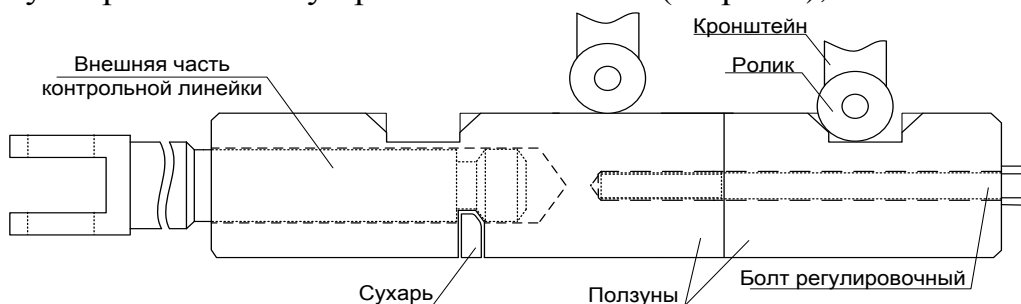

Рис.7. Контрольная линейка в положение, когда шибер «вытянут»
- отрегулировать при помощи регулировочных болтов положение контрольной линейки, изменяя размер контрольной линейки (расстояние между ползунами) так, чтобы в крайнем положении (сердечник прижат к дальнему усовику) ролик кронштейна (дальний от оси пути) был опущен в проточку и прижат к скосу проточки в линейке (см.рис.7);